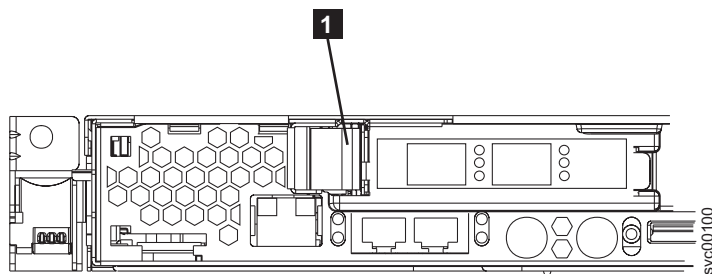

図 201. SAN ボリューム・コントローラー 2145-8F4 または SAN ボリューム・コントローラー 2145-8F2 PCI スロット 1 カード・リテーナー
1. ファイバー・チャネル・カードをスロット 1 に取り付けます (図 201 を参照)。